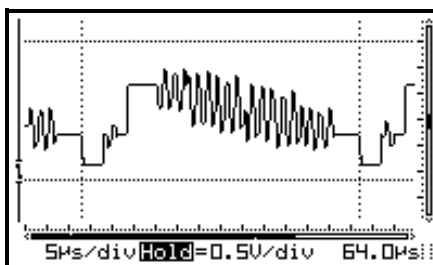

Fig 13
- Repères: Repères mobiles pour effectuer des mesures sur le signal (voir ci-dessous pour l'utilisation). (Fig. 13)